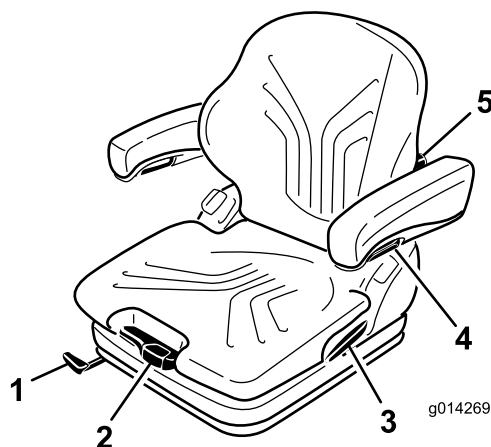

Рисунок 22
Регулировка сиденья по массе тела оператора осуществляется вытягиванием или нажиманием рычага регулировки по массе тела (Рисунок 22).
1. Для регулировки поднимите рычаг, чтобы разблокировать сиденье (Рисунок 22).
Поворачивая головку регулировки вверх, можно изменять изгиб подушки верхней части спинки. Поворачивая головку регулировки вниз, можно изменять изгиб подушки нижней части спинки (Рисунок 22).
Для регулировки высоты подлокотников отделите от крышки круглый колпачок (Рисунок 22), опустите
Для регулировки угла подлокотника поворачивайте головку регулировки (Рисунок 22).
Поднимите вверх блокировочный рычаг для высвобождения фиксатора спинки (Рисунок 22). При высвобождении фиксатора спинки не нажимайте на нее.